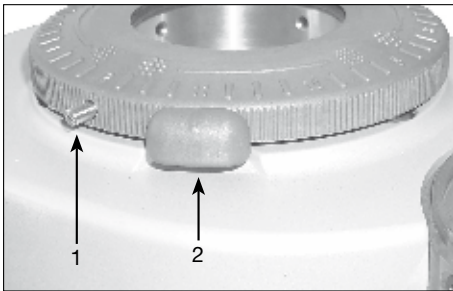

Fig. 1 - Montage correct
7. Pour finir, mettre en place la bague fileté de réglage en faisant attention que la vis de blocage de la trémie se trouve en avant, dans le sens contraire aux aiguilles d'une montre, par rapport au goujon d'arrêt des broyeurs, comme l'indique la figure 1.